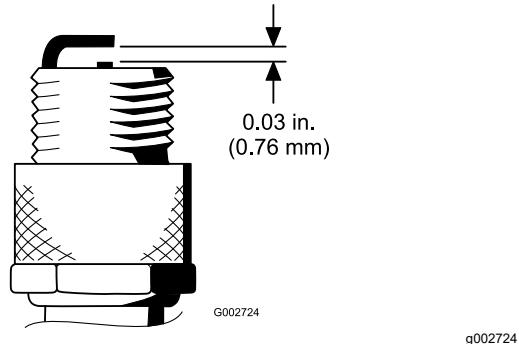

Figure 28
4. Réglez l'écartement entre les électrodes centrale et latérale à 0,76 mm ; voir Figure 28. Montez la bougie avec l'écartement correct et un joint d'étanchéité, et serrez-la à 23 N·m. À défaut de clé dynamométrique, serrez fermement la bougie.